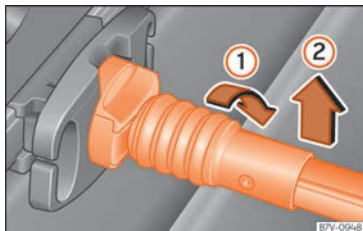

Fig. 148 Desenganche la red para el equipaje.
- Gire la varilla de sujeción 90° hacia la derecha » » » fig. 148 ① hasta que se vea la marca roja en la varilla. Extraiga la varilla de sujeción hacia arriba ②.